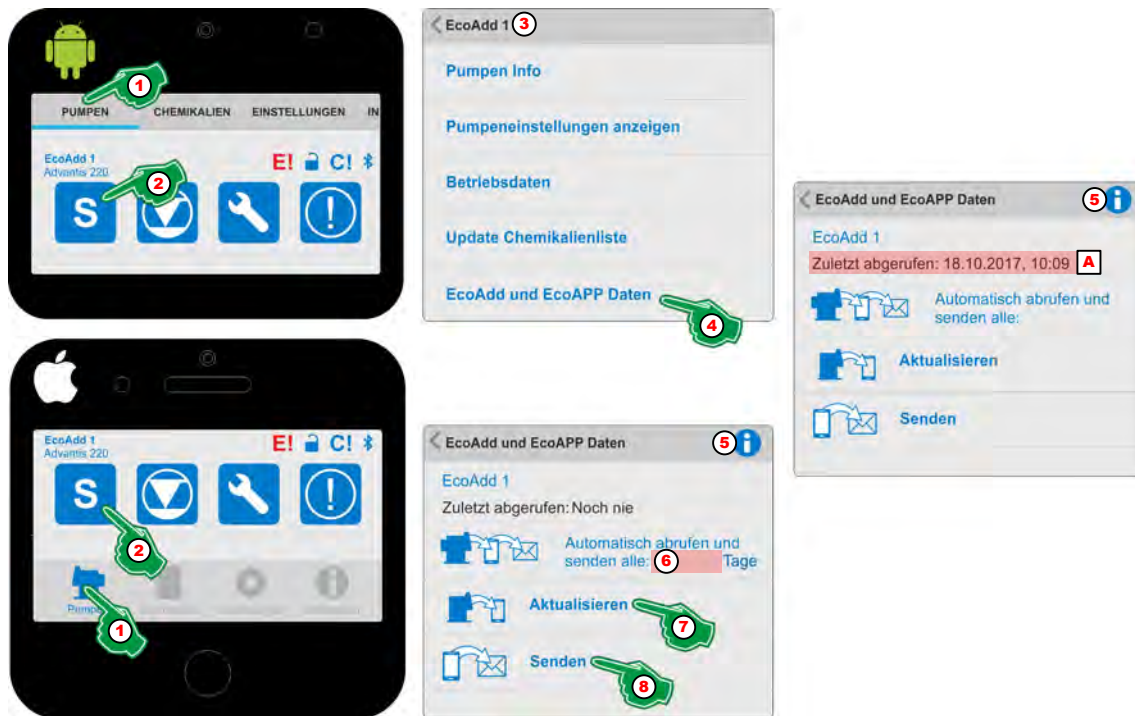

Abb. 29: EcoAdd und EcoAPP Daten
1. ▶ „Dosiermodus“ Symbol (Abb. 29, Pos. 1) auswählen.
2. ▶ Menü [Pumpen] (Abb. 29, Pos. 2) auswählen.
3. ▶ Zur Kontrolle, von welcher Pumpe derzeit Daten angezeigt werden auf die Kopfzeile (Abb. 29, Pos. 3) achten, in der die ausgewählte Pumpe angezeigt wird.
4. ▶ [EcoAdd und EcoAPP Daten] (Abb. 29, Pos. 4) auswählen.
5. ▶ Durch Auswahl des [Info] Symbols (Abb. 29, Pos. 5) erscheint:
6. ▶ Unter [Automatisch abrufen und senden alle _____ Tage] (Abb. 29, Pos. 6) kann optional ein automatisierter Abruf- und Sendevorgang eingestellt werden.
7. ▶ [Aktualisieren] (Abb. 29, Pos. 7) auswählen.
⇒ Die „EcoAPP“ sammelt alle Daten von der Dosierpumpe „EcoAdd“. Das Datum der letzten Aktualisierung wird angezeigt (Abb. 29, Pos. A), sobald die Daten erstmalig aktualisiert wurden.
8. ▶ [Senden] (Abb. 29, Pos. 8) auswählen.